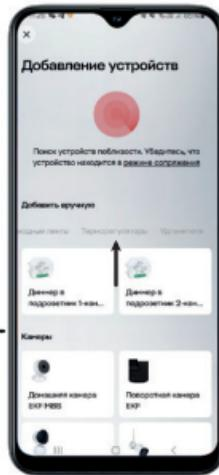

Рис. 4.2
7.2.2 Выберите тип устройства «Терморегуляторы» (рисунок 4.2).